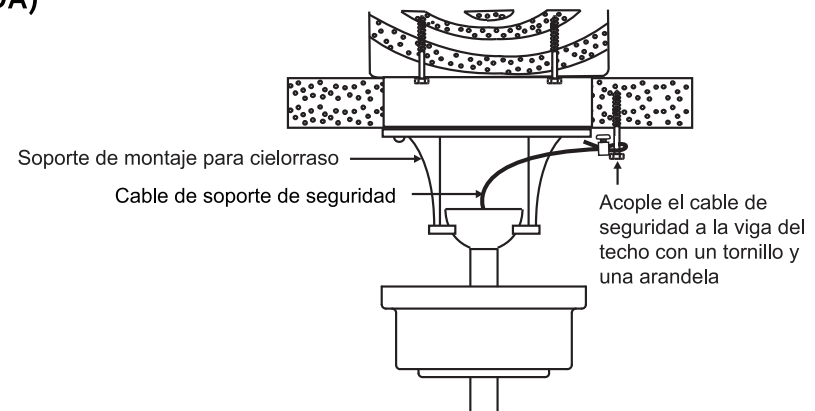

Fig. 11
Paso 1. Inserte el tornillo para madera y las arandelas proporcionados en la viga del cielo raso al lado del soporte de montaje, pero no los apriete. **(Fig. 11)**